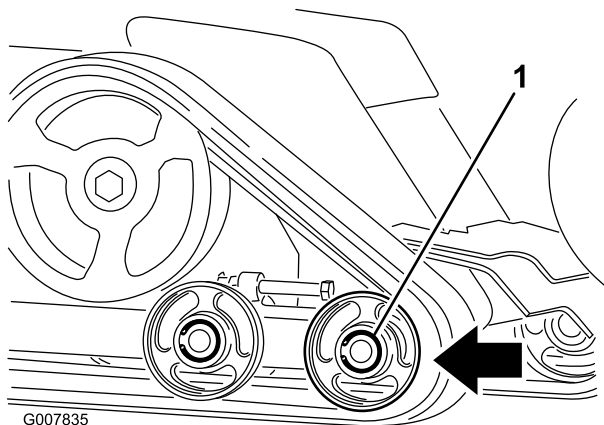

Bild 48
6. Drücken Sie das vordere Straßenrad so weit es geht nach hinten (Bild 48).
8. Wenn Sie die Kette vom Straßenrad entfernt haben, nehmen Sie sie von der Maschine ab (Bild 48).
9. Legen Sie die neue Kette, beginnend am Antriebsrad, um das Rad und stellen Sie sicher, dass die Stollen an der Kette zwischen die Distanzstücke auf dem Rad passen (Bild 48).
10. Drücken Sie die Kette unter und zwischen das hintere und mittlere Straßenrad (Bild 48).